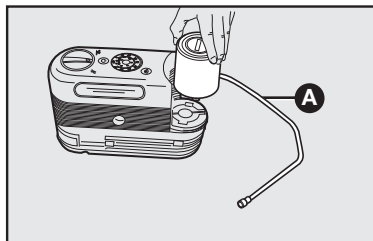

fig. 16
- Desenrole a mangueira do selante **A-fig. 16** (transparente).